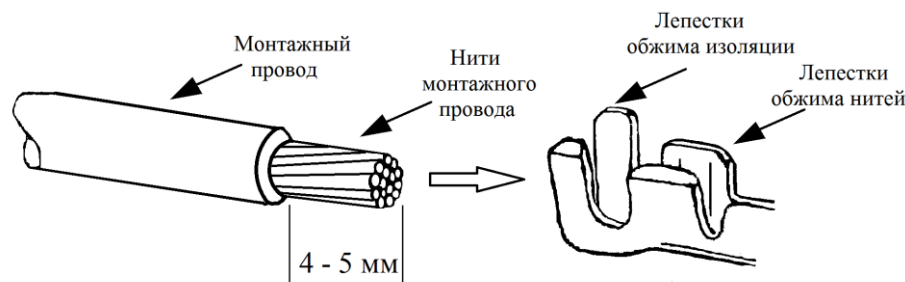

Рис.1. Заделка и крепление монтажного провода в наконечник
- с конца провода (достаточной для установки наконечника), бокорезами или стриппером снять изоляцию (см. рис.1.);